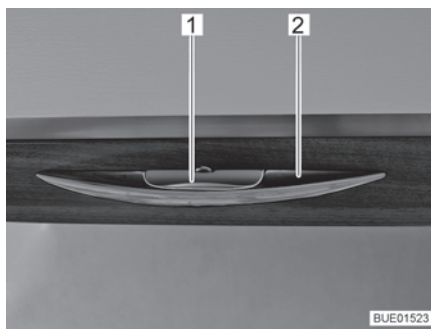

Fig. 47 Sportello del mobile con maniglia di sbloccaggio
- Premere la maniglia di sbloccaggio (Fig. 47,1) e mantenerla premuta.
- Tirare la maniglia (Fig. 47,2) finché lo sportello del mobile non si apre.